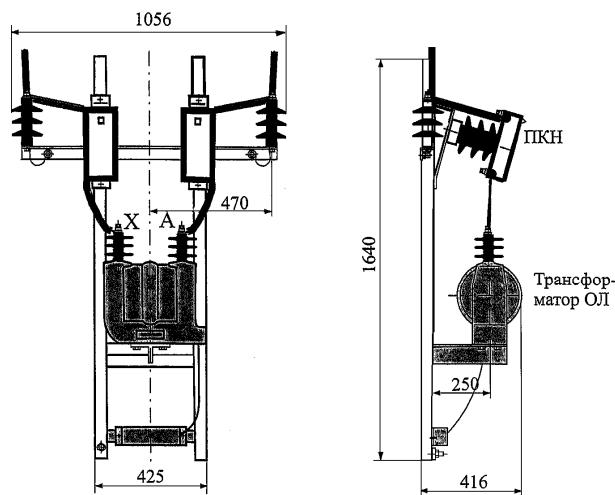
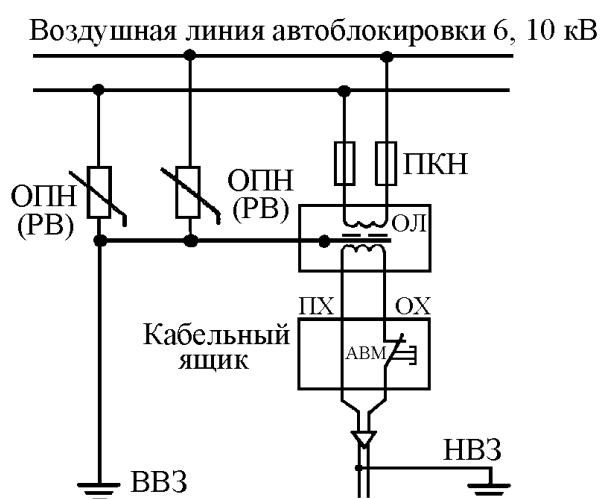
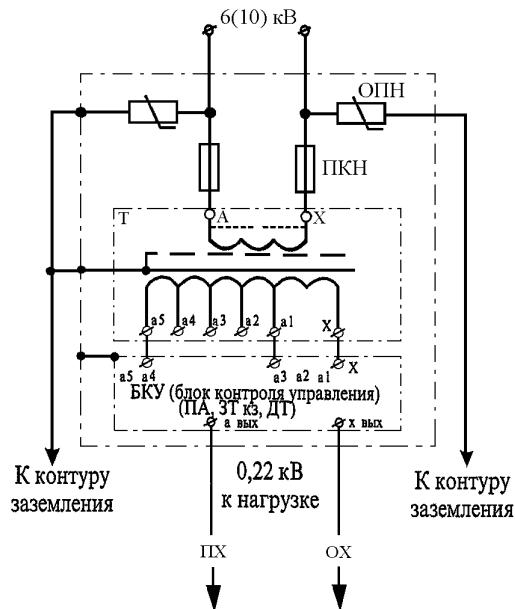

Рисунок 1 – Верхняя часть мачтовой опоры с КТПОЛ-1,25/6-10 кВ
Рисунок 2 – Схема защиты линейного трансформатора ОЛ от перенапряжений
Рисунок 3 – Схема электрическая принципиальная КТПОЛ-1,25/6-10 кВ
4. Проверка разрядников РВ (ОПН) (рис. 1)	<p>Проверить состояние фарфорового чехла, цементных швов, надежность пайки отверстия для проверки герметичности. Не допускается разгерметизация разрядника, трещины фарфорового чехла, цементных швов и других повреждений. При проверке разрядник (ОПН) должен быть испытан. Дефектный или не испытанный разрядник заменяют на годный, испытанный. Проверить подключение шлейфов к разрядникам (ОПН) и спусков к высоковольтному контуру заземления. Он должен быть выполнен из трёх прутков диаметром не менее 5 мм каждый</p>
5. Проверка трансформатора ОЛ, БКУ (рис. 1 и 2)	<p>Произвести очистку трансформатора и блока контроля и управления (БКУ) от пыли и грязи, У блока БКУ тщательно протереть выходные отверстия «светодиодов». Внешним осмотром проверить механические крепления подстанции и элементов, а также электрических соединений. На литой поверхности трансформатора не должно быть трещин и сколов изоляции. Дефектный трансформатор заменяют на проверенный, годный, испытанный при наличии видимого скола, трещины в корпусе или разрушение корпуса трансформатора. Проверить состояние изоляторов, подключение шлейфов. Выявленные отступления устраниТЬ. Проверить состояние и правильность подключения трансформатора к проводам спуска заземления (рис. 2 и 3). Для регулировки уровня напряжения на вторичной обмотке переключают вывод (рис. 3)</p>